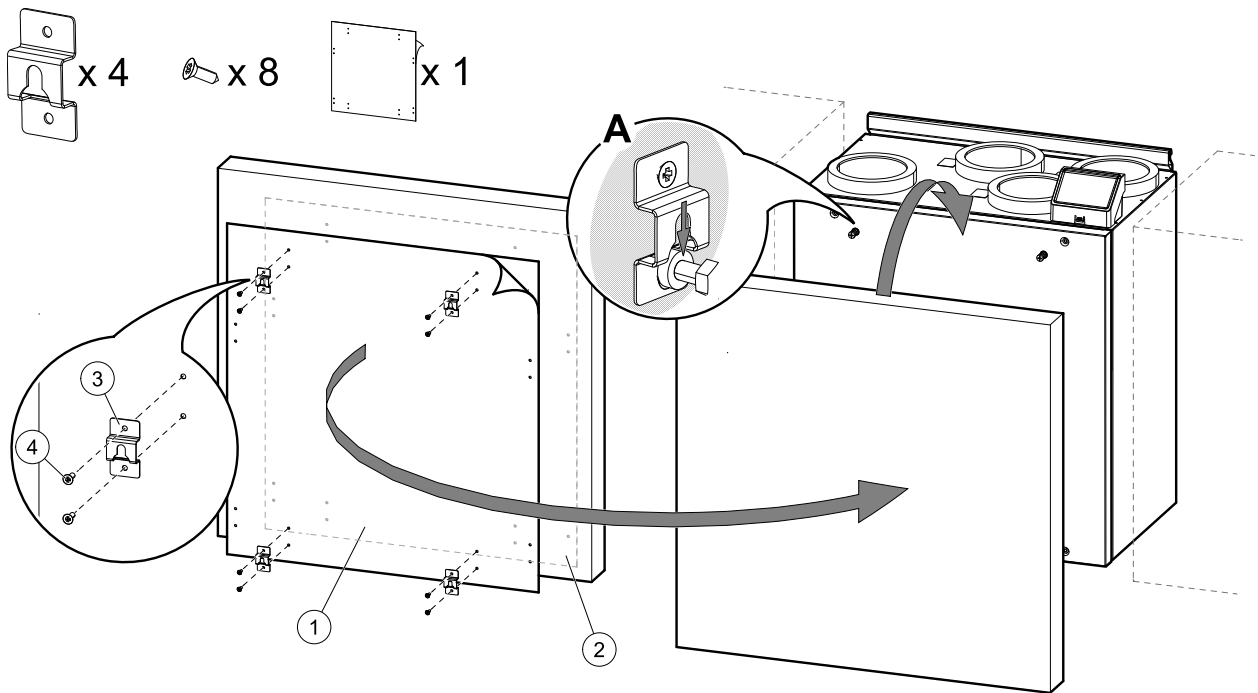

Bild 13 Installation der Modulhaken und Einbau der Frontplatte des Küchenmöbels
2. Aufkleber mit Markierung der Löcher (Abbildung 13, Pos. 1) ist im Lieferumfang enthalten. Die markierten Löcher sind zur Kennzeichnung der Position für die Schrauben zur Befestigung der Modulhaken. Den Aufkleber auf die Rückseite der Frontplatte des Küchenmöbels kleben, Abbildung 13, Pos. 2), die Position des Aufklebers entsprechend der Plattengröße und der Position des Lüftungsgerätes zwischen den Schränken wählen. Die Größe des Aufklebers entspricht der des Gerätes.
Wenn die richtige Position bestimmt ist, befestigen Sie die vier Haken (Abbildung 13, Pos. 3) mit je zwei Schrauben (Abbildung 13, Pos. 4). Hängen Sie die Frontplatte des Küchenmöbels an die vorstehenden Schrauben (Abbildung 13, Pos. A).